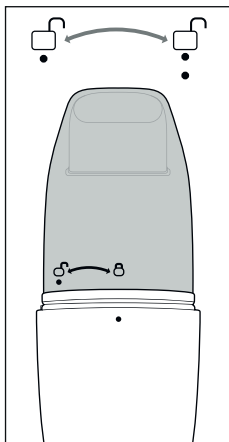
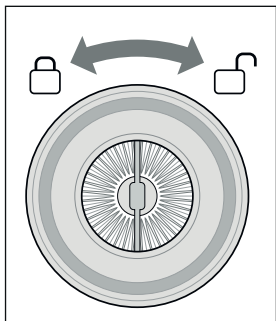

Fig. 6
Fig. 9
1. Quand vous ouvrez le bac à poussière **3**, veillez aux repères ● situés sous le symbole □ du bac à poussière **3** et sur le bord de l'appareil. Tenez l'appareil au niveau de la poignée **9** et tournez le bac à poussière **3** jusqu'à ce que les deux repères se trouvent l'un au dessus de l'autre (voir fig. 6).
6. Remettez le bac à poussière ③ sur l'appareil. Veillez à ce que les deux repères ● situés sous le symbole □ du bac à poussière ③ et sur le bord de l'appareil se trouvent l'un au-dessus de l'autre (voir fig. 6). Tournez le bac à poussière ③ jusqu'à ce que le repère ● sur le bord de l'appareil se trouve en dessous du symbole □ du bac à poussière ③ et que le bac à poussière ③ s'enclenche de manière audible dans l'appareil.
- ▶ Remplacez régulièrement le filtre à poussière ⑤ pour garantir un fonctionnement impeccable et hygiénique de l'appareil.
1. Sortez le filtre à poussière ⑤ avec le boîtier du filtre ④ du bac à poussière ③ (voir chapitre **Vider le bac à poussière**).
2. Veillez au symbole de cadenas sur le couvercle du filtre à poussière ⑤. Tournez le filtre à poussière ⑤ vers la droite en direction de ☐ et sortez-le ensuite du boîtier du filtre ④ (voir fig. 9 et 10).
- ▶ Lorsque vous souhaitez remplacer le filtre à poussière ⑤, passez les étapes 3 et 4. Allez directement à l'étape 5.
3. Tapotez le filtre à poussière ⑤ et le boîtier du filtre ④ dans une poubelle.
4. Nettoyez le filtre à poussière ⑤ et le boîtier du filtre ④ à l'eau du robinet et laissez-les ensuite entièrement sécher à l'air libre.
5. Remplacez le filtre à poussière ⑤ dans le boîtier du filtre ④ et tournez-le vers la gauche dans le sens  jusqu'à ce qu'il soit bien fixé dans le boîtier du filtre ④ (voir fig. 9).
6. Insérez à nouveau le filtre à poussière ⑤ avec le boîtier du filtre ④ dans le bac à poussière ③. Veillez à ce que le filtre à poussière ⑤ soit bien droit dans le bac à poussière ③ et à ce que la lèvre en caoutchouc entoure bien le bac à poussière ③.
7. Remettez le bac à poussière ③ sur l'appareil. Veillez à ce que les deux repères ● situés sous le symbole  du bac à poussière ③ et sur le bord de l'appareil se trouvent l'un au-dessus de l'autre (voir fig. 6). Tournez le bac à poussière ③ jusqu'à ce que le repère ● sur le bord de l'appareil se trouve en dessous du symbole  du bac à poussière ③ et que le bac à poussière ③ s'enclenche de manière audible dans l'appareil.